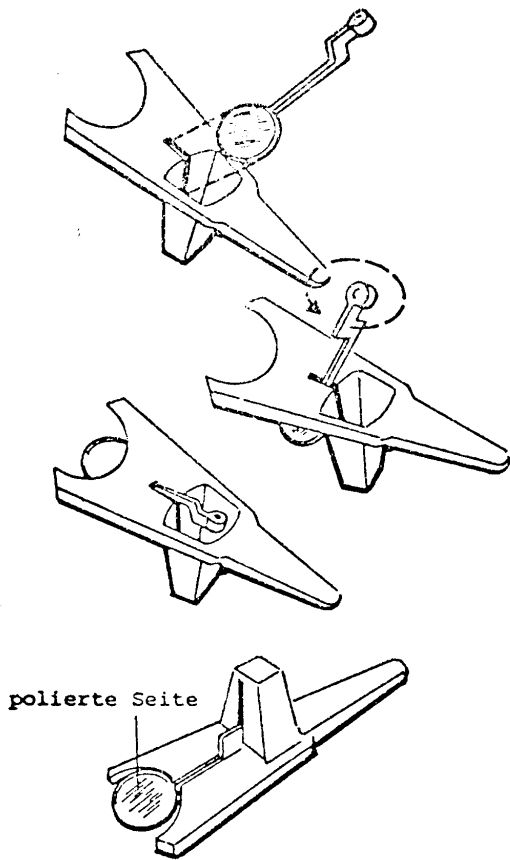

Abb. 2
- 2 Entfernen Sie den oberen Teil des Styroporbehälters und nehmen Sie die Grund- und die Gußplatte heraus. Halten Sie die Grundplatte umgekehrt (obere Seite nach unten) und fügen Sie die Gußplatte (das runde, flache Ende zuerst) durch den Schlitz der Grundplatte und drehen sie, wie auf Abbildung 2 dargestellt. Wenn die Gußplatte richtig eingesetzt ist, wird die Grundplatte wieder in ihre richtige Position gebracht.